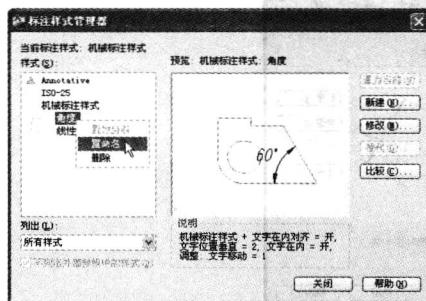
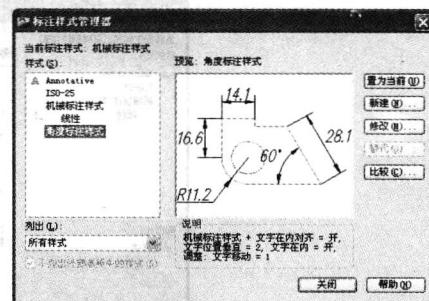

图 1-28 创建适用于“角度”的标注样式
图 1-29 创建角度标注样式
4. 单击“确定”按钮，返回“标注样式管理器”对话框，在“机械标注样式”中增加了适用于“角度”的标注样式。右击“机械标注样式”中的“角度”标注样式，在弹出的“标注样式”快捷菜单中选择“重命名”命令，如图 1-28 所示。将“角度”标注样式重命名为“角度标注样式”，按〈Enter〉键后该样式成为一个独立的标注样式，如图 1-29 所示。